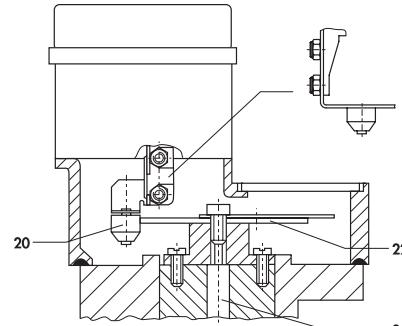

Рис. 8 · Передача крутящего момента на позиционер
В прямоходных клапанах величина рабочего хода, а, следовательно, и положение клапана передается через штифт (1.1) на следующий рычаг путевого перемещения (1), что определяет усилие измерительной пружины (4). При установке позиционера на поворотной арматуре, на передней части рычага (1) закрепляется контактный ролик (20), см. Рис. 8. Вращательное движение вала поворотного привода (21) посредством механизма кулачкового диска (22) и контактного ролика (20) преобразуется в прямолинейное движение, необходимое для нормальной работы управляющей пневматической системы позиционера.